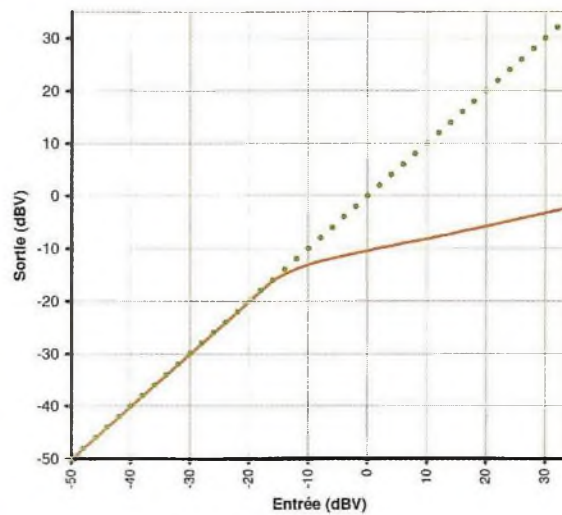

Figure 1 :
**L**a prise de son en temps réel nous réserve bien des surprises. Une simple maladresse d'un orateur et notre installation subit une pointe de 10 dB (soit dix fois en puissance !) entraînant l'irréversible saturation de l'installation. Le rôle du compresseur est de restituer le signal de manière transparente jusqu'à un certain niveau préalablement fixé et de le limiter progressivement au-delà de ce niveau (figure 1). La compression est à utiliser avec discernement. Il serait regrettable d'en-